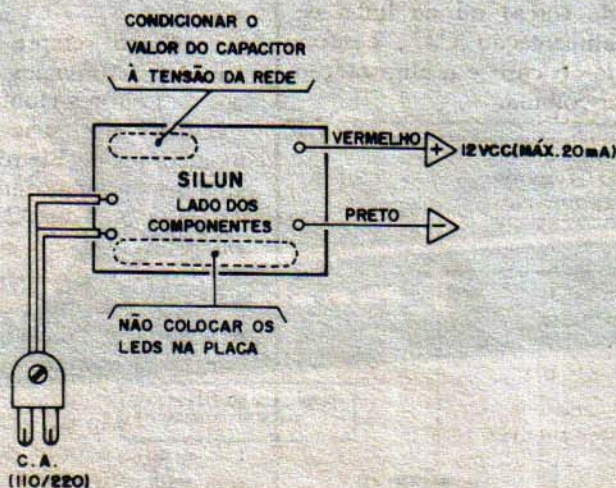

Fig. 7
- **FIG. 7** - O "cúmulo da versatilidade"! **NÃO** coloque os LEDs na placa e condicione o valor do capacitor assinalado à tensão da rede C.A. local... Pronto! Você terá uma mini-fonte de alimentação, com saída de 12 VCC (para uma corrente **máxima** de 20 mA), aplicável a muitas utilizações, entre elas, a energização de vários dos mini-circuitos já mostrados ao longo desses 22 números de APE!
IMPORTANTE: quem quiser usar o núcleo do circuito como **mini-fonte** de alimentação (fig. 7) **não pode** manter os LEDs no SILUN! Isso é "querer muito", pisca-pisca e fonte ao mesmo tempo **não dá**, uma vez que os níveis de energia envolvidos são baixos e não podem ser "compartilhados" ou usados simultaneamente...